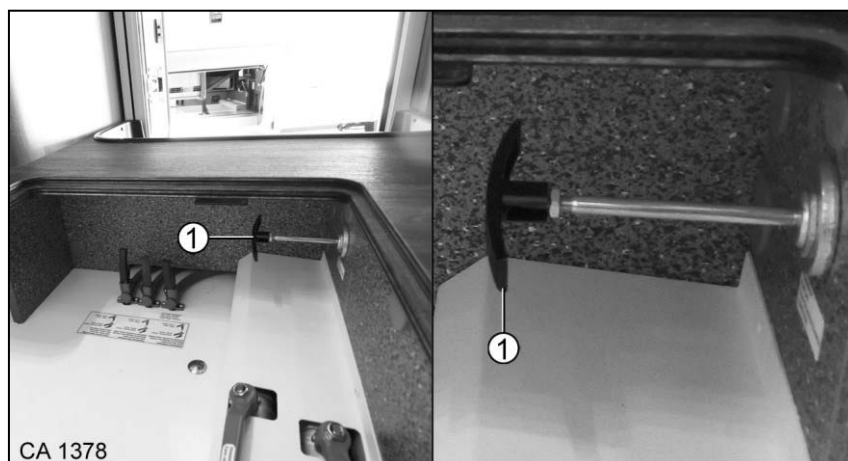

Fig. 164 Poignée de l'obturateur de la sortie du réservoir des eaux noires
2. Tirer la poignée de l'obturateur de la sortie (Fig. 164/1) jusqu'en butée. Le réservoir des eaux noires est maintenant ouvert.